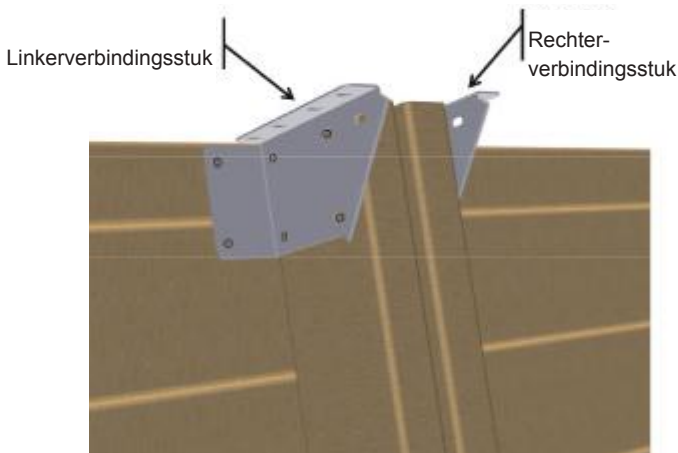

Figure 18 – Het plaatsen van de verbindingstukken aan de bovenkant van de steunpoten
- Plaats bovenop de 4 metalen steunpoten en 2 houten steunpoten, de zes “rechtse” verbindingstukken en zes “linkse” verbindingstukken uit de kit “bevestigingsonderdelen” zoals afgebeeld in *Figure 18*. Gebruik 6 Torx RVS Parker schroeven 6 × 20 A2 (zak G) per verbindingstuk, 72 schroeven in totaal.